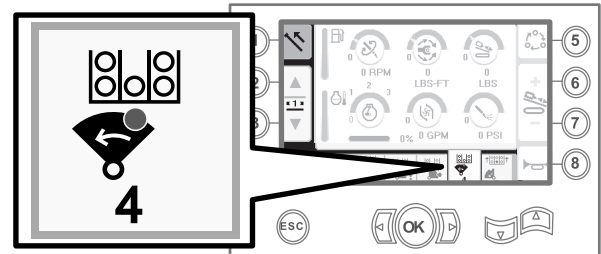

Bild 16
- Lassen Sie den Kippschalter los, um auf den nächsten Schritt in der Folge zu gehen (**Bild 16**).